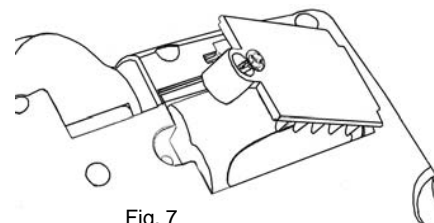

Fig. 7
2. Avec un tournevis Philips no 1, retirez la vis du couvercle du compartiment à piles et mettez-la de côté. (Fig. 7)